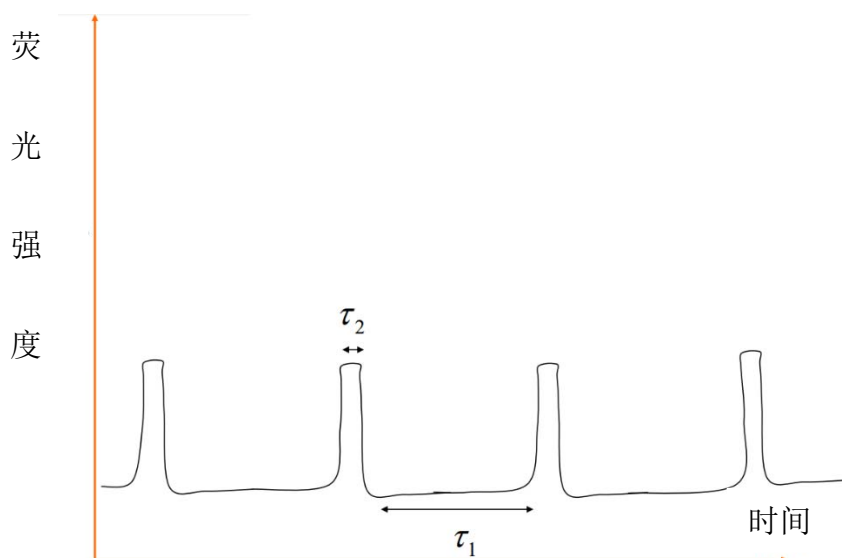

图 2. 单一簇产生的荧光对时间的依赖性
产物 B 是荧光分子，而反应物 A 不是。持续的激光集中照射在包含单个金纳米球的小区域中从而产生荧光。图 2 为吸附在金纳米球表面产物 B 的荧光强度随着照射时间的变化。
的荧光。荧光随时间周期性消失，周期为 τ_1 （如图 2）。研究人员经过长时间对于多种不同的单个金纳米颗粒的测量，得出了 $[\tau_1]$ 和 $[\tau_2]$ 的平均值。
3. 作者称，图 2 中每一个峰对应着一个吸附在 Au 纳米颗粒上的 B 发出的荧光。作者是如何证明此观点？